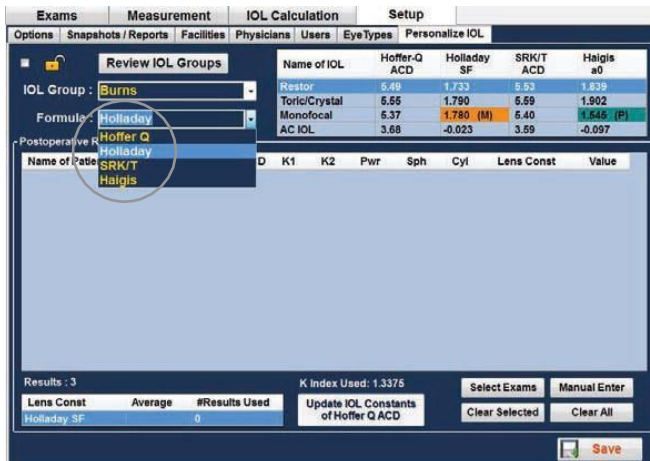

Figura 5-73: Selección de la fórmula
7. Con el mouse, seleccione la fórmula que usará. Observe la figura 5-73.